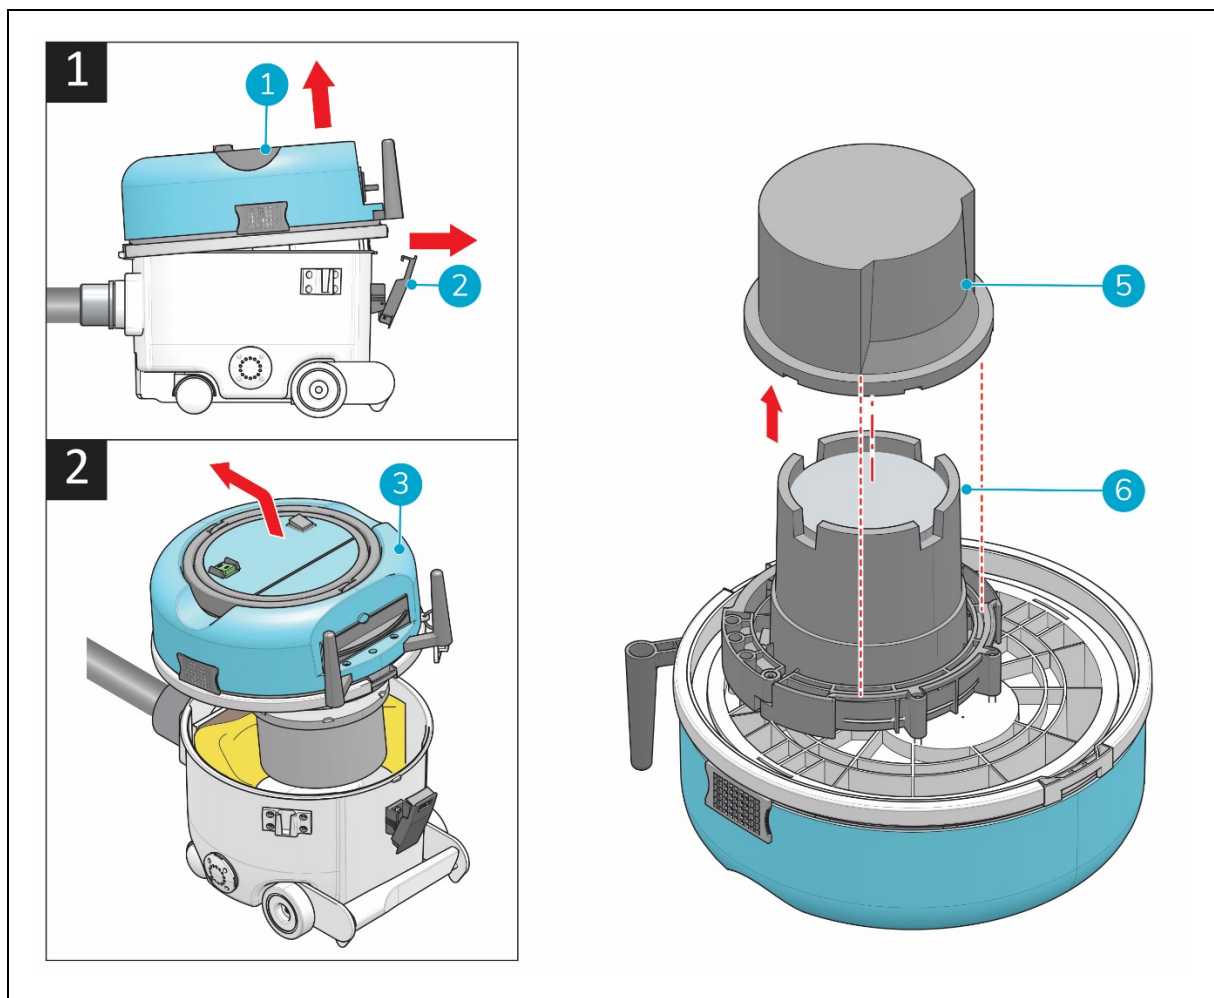

Figura 23
1. Abra os fechos (figura 23, posição 2).
2. Levante a zona superior (figura 23, posição 1) sob o aro cinzento, na lateral do fecho.
3. Puxe a zona superior na direção da entrada da mangueira flexível e levante-a (figura 23, posição 3).
5. Levante o filtro do motor antigo (figura 23, posição 5) para o remover.
6. Coloque o novo filtro do motor. Alinhe o recorte do filtro com o recorte na parte superior do motor (figura 23, posição 6).
1. Abra o fecho (figura 23, posição 2).
5. Levante o filtro do motor (figura 23, posição 5) para o remover.
8. Volte a colocar o filtro do motor. Alinhe os recortes do filtro com os recortes na zona superior do i-vac® 6 (consulte a figura 23).